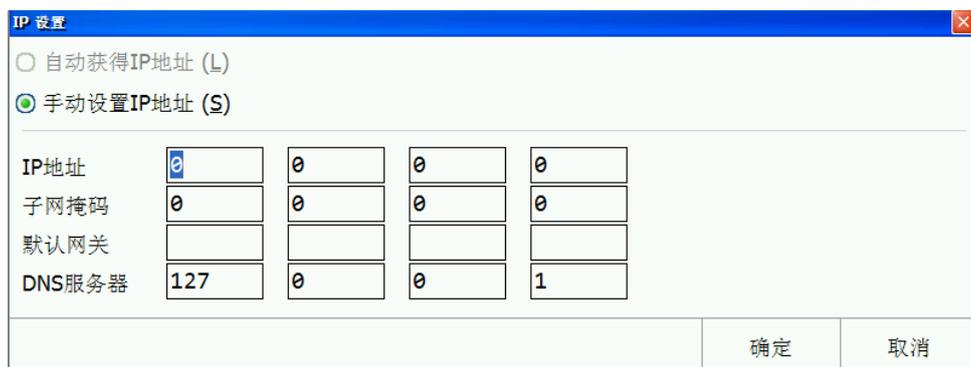

图 6-4 设置一体机 IP（手动设置）
1. <系统> → <C 系统信息> → <F7 网络信息> → <F5 IP 配置>（输入制造商密码，弹出图 6-4 所示对话框） → <S 手动获得 IP 地址>。